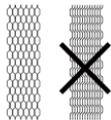

Fig 10
- При правильной сборке сложенные пластины имеют сотворядную структуру (рис. 10).